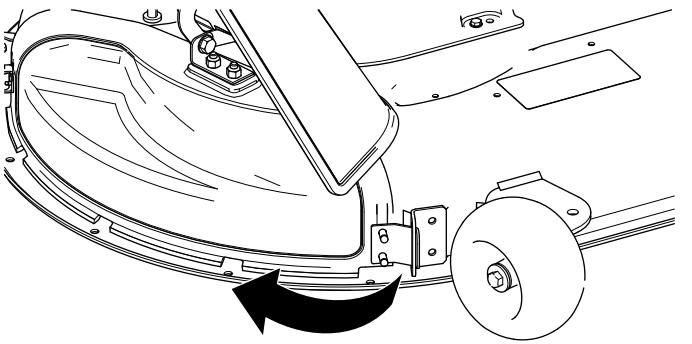

Figura 15
4. Rode a cobertura de descarga para trás e na direção da plataforma para que a cobertura de descarga fique alinhada com a plataforma do cortador (Figura 15).